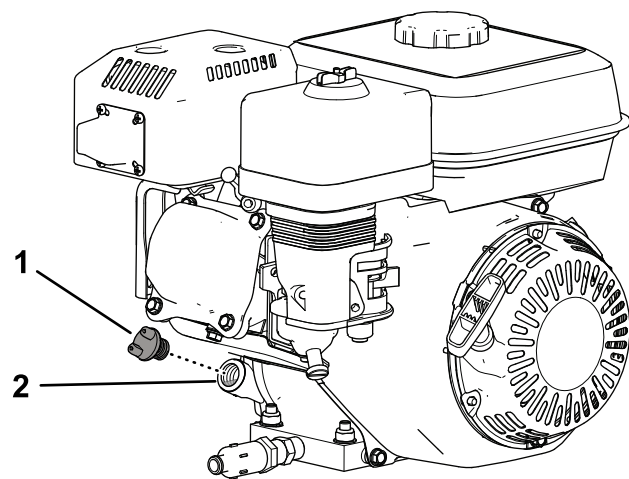

Figura 28
2. Limpe a zona em torno do tampão de enchimento de óleo (Figura 28).